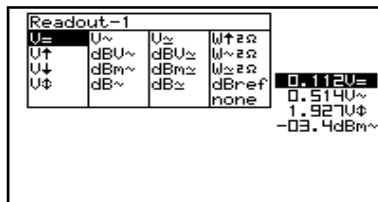

Fig 21
2. Usare i tasti freccia per evidenziare la funzione desiderata per il readout meter1 (**Fig. 21**).